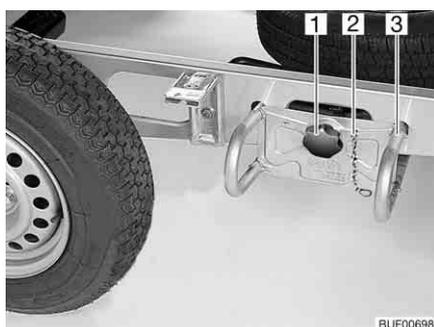

Fig. 228 Soporte para la rueda de repuesto
- Desenganchar la cadena de seguridad (Fig. 228,2).
- Aflojar y desenroscar el tornillo de mando estrellado (Fig. 228,1).
- Extraer el portador de la rueda de repuesto (Fig. 228,3) unos 10 cm y depositarlo en el piso.